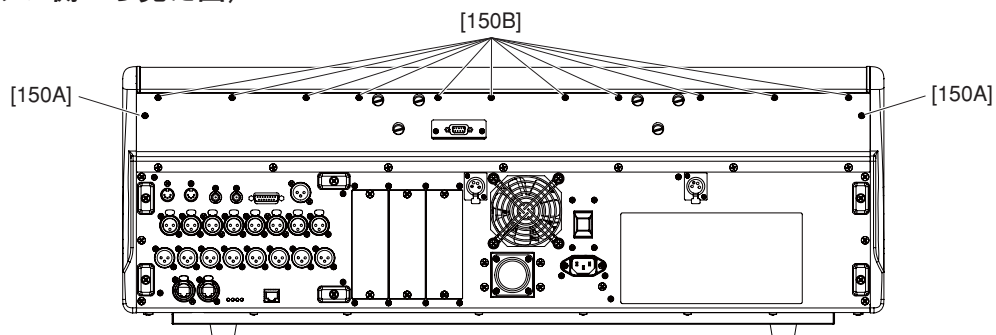

Fig. 2 (図 2)
- 1-1. Loosen the two (2) screws marked [150A] on the rear panel first and then remove the twenty-one (21) screws marked [150B] and the ten (10) screws marked [160]. (Fig. 2)
- 1-1. リアパネル側の [150A] のネジ 2 本を緩めてから、[150B] のネジ 21 本と [160] のネジ 10 本を外します。(図 2)